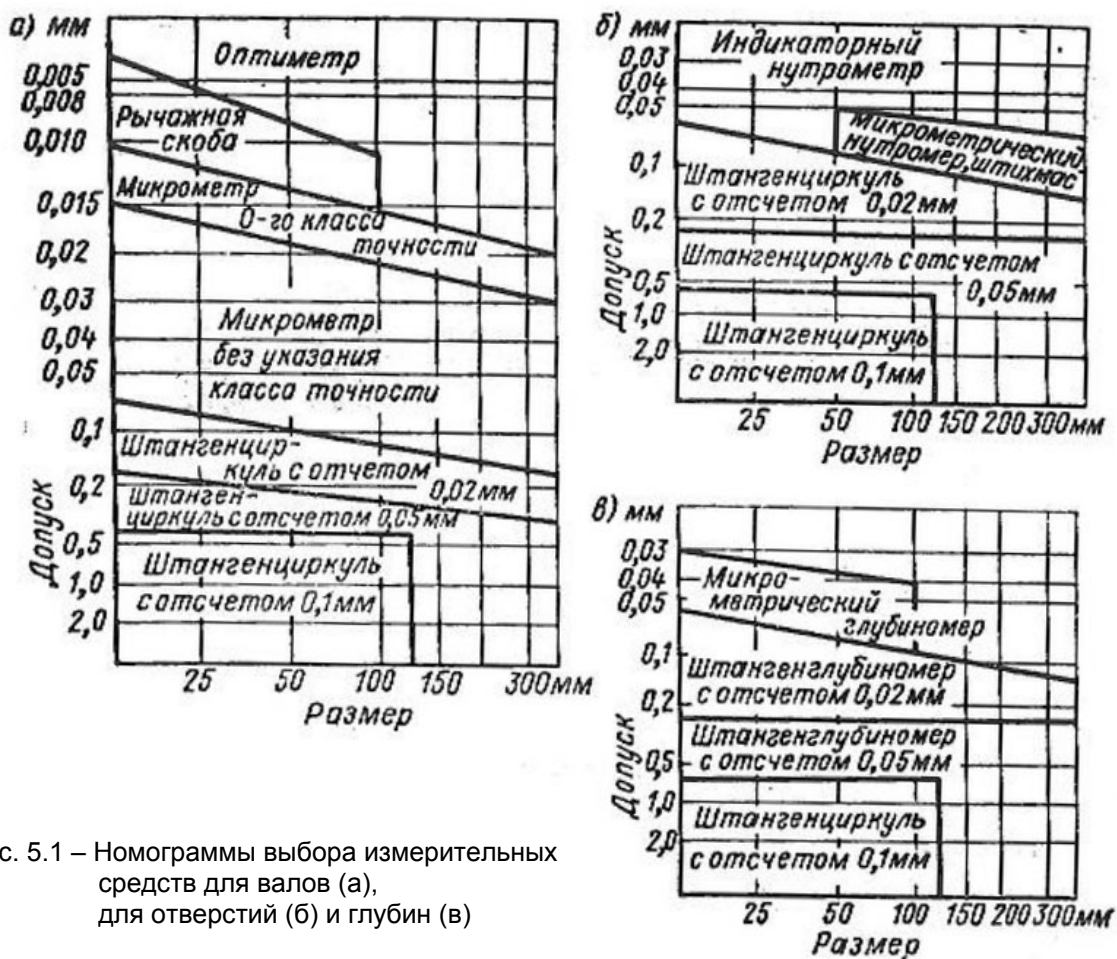

Рис. 5.1 – Номограммы выбора измерительных средств для валов (а), для отверстий (б) и глубин (в)
5.1.8 Для оценки размеров, их отклонений и допусков, зазоров сопрягаемых поверхностей, отклонений формы и взаимного расположения рекомендуется пользоваться предельными калибрами (пробками, скобами, шаблонами). Также допускается применение универсального измерительного инструмента. Выбор измерительных средств производят с учетом контролируемого размера и его допуска, обеспечивая условие, чтобы погрешность средства измерения составляла не более 1/3 величины допуска. С этой целью можно использовать номограммы (рис.5.1).
Если измеряемый диаметр вала 50 мм и допуск на размер этого диаметра 0,02 мм, то по номограмме (рис. 5.1-а) пересечение вертикали размера 50 мм и горизонтали допуска 0,02 мм находится в зоне применения микрометра.